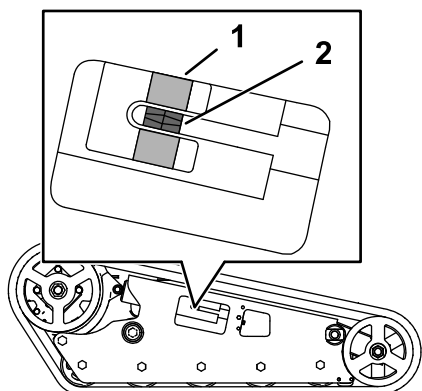

**Figura 57**
3. Togliete il bullone di bloccaggio e il dado (Figura 57).
5. Allineate l'intaglio più vicino della vite di tensione al foro del bullone di bloccaggio e fissate la vite con il bullone di bloccaggio e il dado (Figura 57).
4. Togliere il bullone di bloccaggio e il dado (Figura 57).
5. Utilizzando un cricchetto di trasmissione da 1/2", rilasciate la tensione di trasmissione ruotando la vite di tensione in senso orario (Figura 57 e Figura 58).